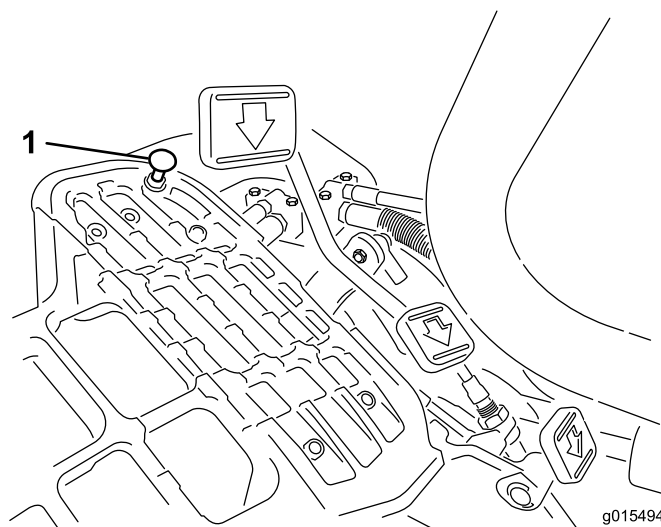

Figura 54
Pise el pedal de tracción. Si el pedal toca el tope (Figura 54) antes de que se note tensión en el cable, es necesario hacer un ajuste:
1. Afloje las contratuercas con arandela prensada que fijan el tope del pedal a la chapa de suelo (Figura 54).